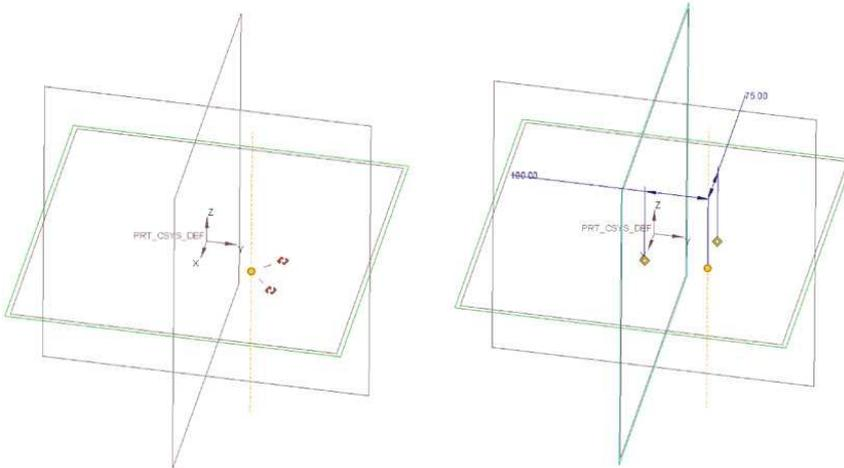

Bild 3.5 Platzieren von Bezugsachsen
- **Mithilfe einer Ebene und zweier Versatzreferenzen:** Klickt man nur auf eine Ebene, so erscheint eine Achse, die normal zu dieser ausgerichtet ist, wie in Bild 3.5 dargestellt. Weiter erscheinen zwei rot gestrichelte Linien, an deren Enden sich eckige, rote Klammern befinden (siehe Bild 3.5 links). Diese Handles dienen der Referenzierung der Achse. Um die Achse vollständig zu definieren, müssen die Eckpunkte auf zwei Bezugselemente, beispielsweise Ebenen, verschoben werden.
hervorgehobene Element als Versatzreferenz ausgewählt werden kann. Lässt man nun das Ende los, wird der Endpunkt gelb, und ein Abstandsmaß erscheint, wie in Bild 3.5 rechts dargestellt. Dieses kann je nach Wunsch mit einem Doppelklick entweder direkt aufs Maß im Arbeitsfenster oder aber durch einen Doppelklick auf das entsprechende Maß im Einstellungsfenster erfolgen. Verfährt man mit dem zweiten Ende genauso, ist die Achse auch vollständig definiert.